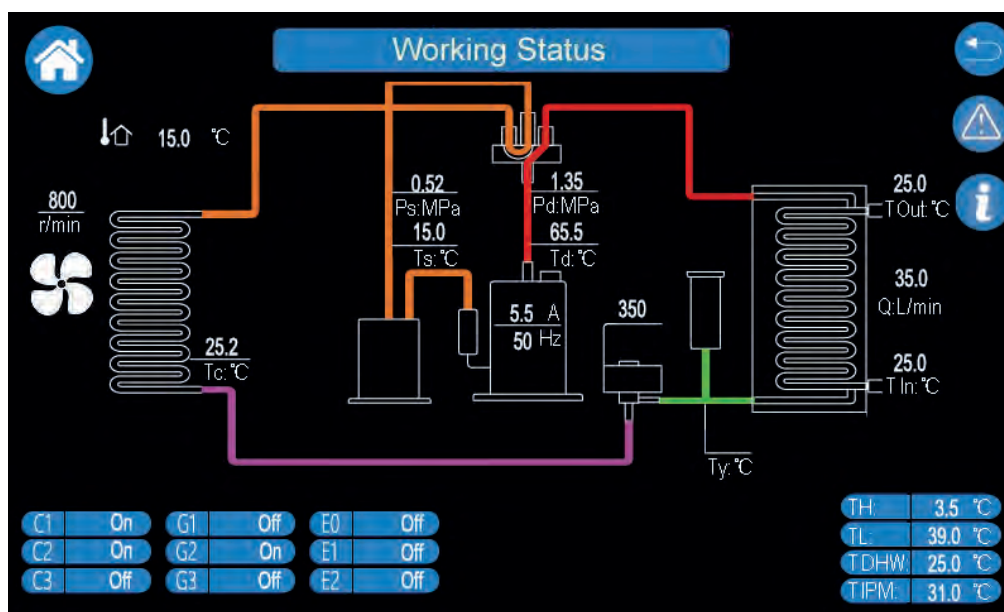
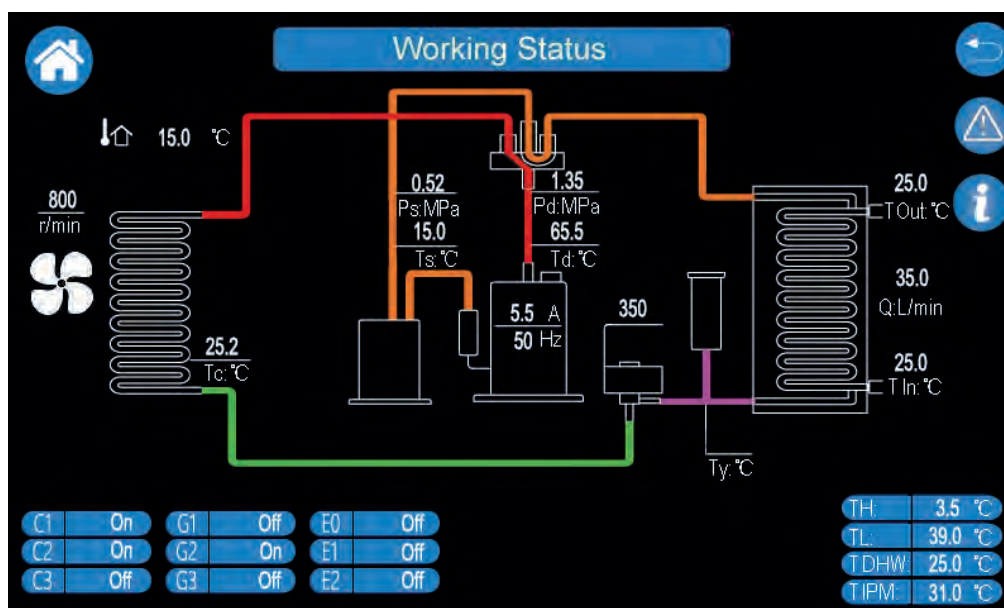

Figura 1
Figura 2
5.3.2-6-2 Premere l'icona **Working Status** per accedere al diagramma dello stato di funzionamento del sistema. Sono disponibili due diagrammi dello stato di funzionamento del sistema da visualizzare. Quando la modalità del sistema seleziona la modalità di riscaldamento o la modalità ACS, lo schema dello stato di funzionamento del sistema è mostrato in Figura 1; quando la modalità del sistema seleziona la modalità di raffreddamento, lo schema dello stato operativo del sistema è mostrato in Figura 2.